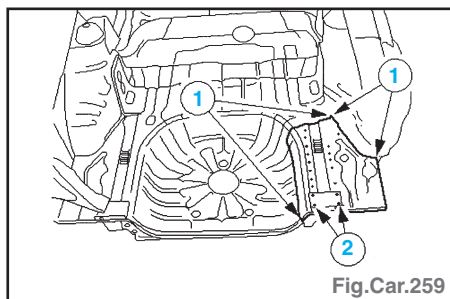

Fig.Car.259
- Panneau de plancher de coffre (Fig. Car.259) :